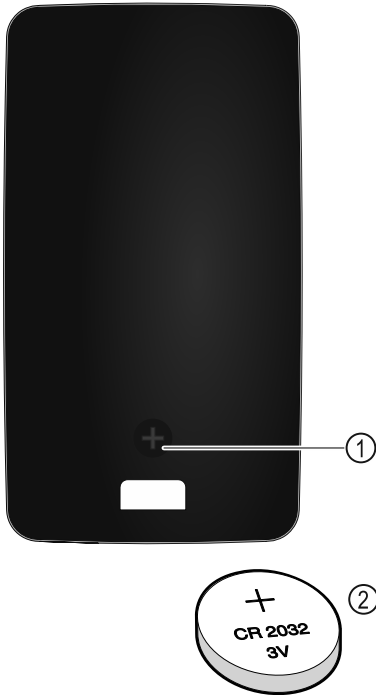

Fig. 229
Oddaljeni upravljalnik se napaja prek baterije tipa CR 2032 s 3 V Fig. 229 (2). Takšen tip baterije je na voljo v specializirani trgovini.
- ▶ Odvijte vijak Fig. 229 (1) na zadnji strani oddaljenega upravljalnika.